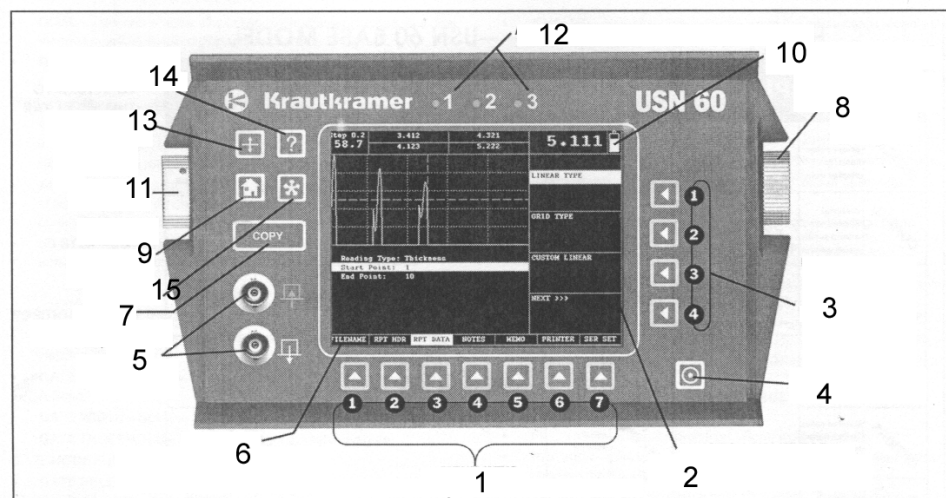

图 1-2 显示键和旋钮的功能
电池电量的多少通过图标  显示（见图 1-2）。安装新电池后，图标将显示电量充足；随着电量的消耗，图标逐渐显示出电量不足。需要注意的是此图标只正确的显示本手册第 2 章第 1 节中所要求使用的电池的电量情况。
USN60 的设计方便操作者快速进入仪器的所有功能。通过易于操作的菜单系统，只需不超过 3 个键的按压即可进入任何一种功能（如图 1-2）。要进入任何一种功能你只需：
你可以在仪器上找到以下按键和旋钮（如图 1-2）：
**主键** 快速返回主菜单，如图 1-2 所示。